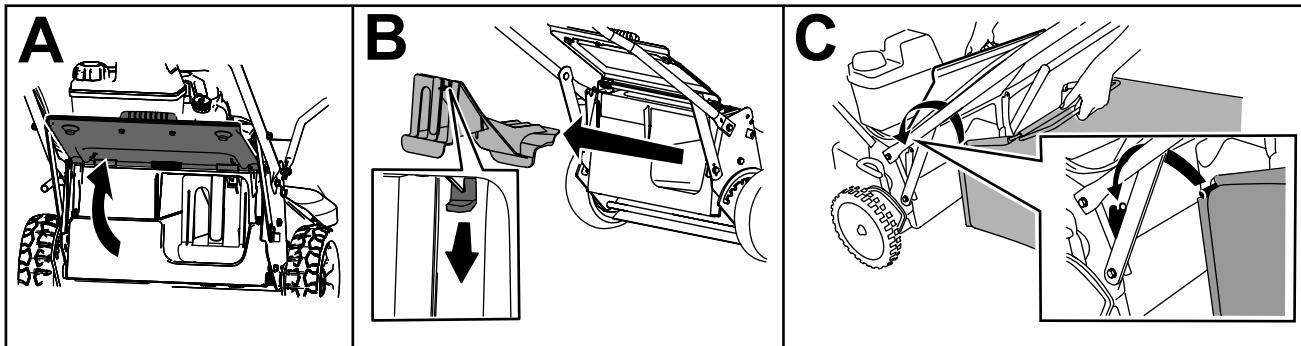

Figura 21
1. Levante y sujeté el deflector trasero (Figura 21, A).
2. Retire el tapón de descarga trasero presionando hacia abajo sobre el enganche con el dedo pulgar y extrayendo del tapón de la máquina (Figura 21, B).
3. Instale la varilla de la bolsa en las muescas de la base del manillar y mueva la bolsa hacia adelante y hacia atrás para verificar que la varilla está asentada en el fondo de cada muesca (Figura 21, C)